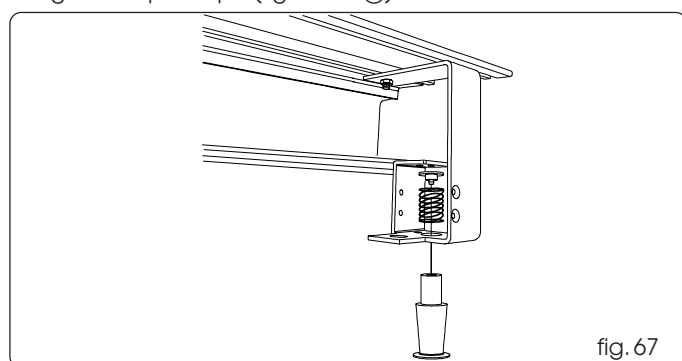

fig. 67
- Assembler la poignée de déverrouillage sur la patte latérale d'après les figures 67 et 68. Appuyer sur la rondelle de butée jusqu'à l'encastrement avec la poignée de déverrouillage.